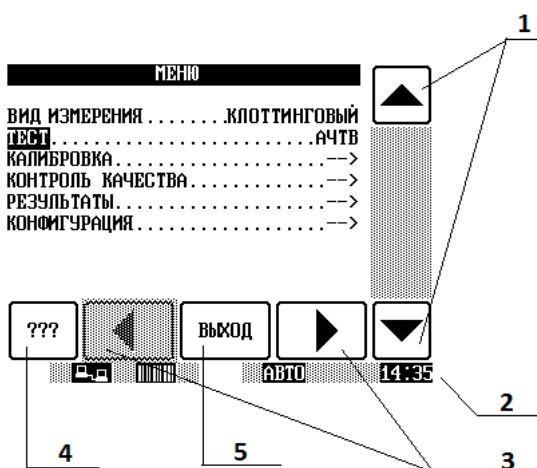

Рисунок 6. Элементы сенсорного дисплея
6.2 Сенсорный дисплей предназначен для вывода результатов измерений в текстовом и графическом виде, а также для вывода меню и управляющих кнопок. Меню и результаты измерений располагаются в центральной части дисплея, а управляющие кнопки – в нижней и правой его части (см. рисунок 6). В самой нижней части дисплея находится информационная панель с текущими настройками анализатора.